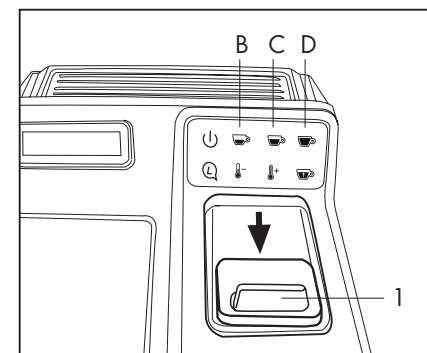

Fig. 11
- Richiudere lo sportello (1) e premere uno dei tasti erogazione (B) (C) (D) in base ai propri gusti. **(Fig. 11)**